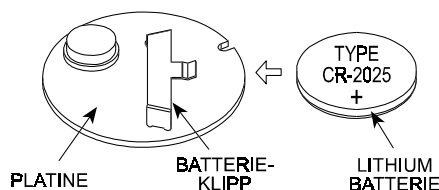

Abbildung 3: Batteriewechsel
- A. Alle WT-211 verfügen über einen 8-poligen DIP-Schalter (markiert von 1 - 8). Dieser Schalter dient zum Einstellen des Systemcodes (siehe Abbildung 3 und 4).
Die Handgelenksender der WT-211-Type verfügen über einen Kanalschalter, der zum Einstellen des entsprechenden Sendekanals (siehe Abbildung 3 und 6) dient.